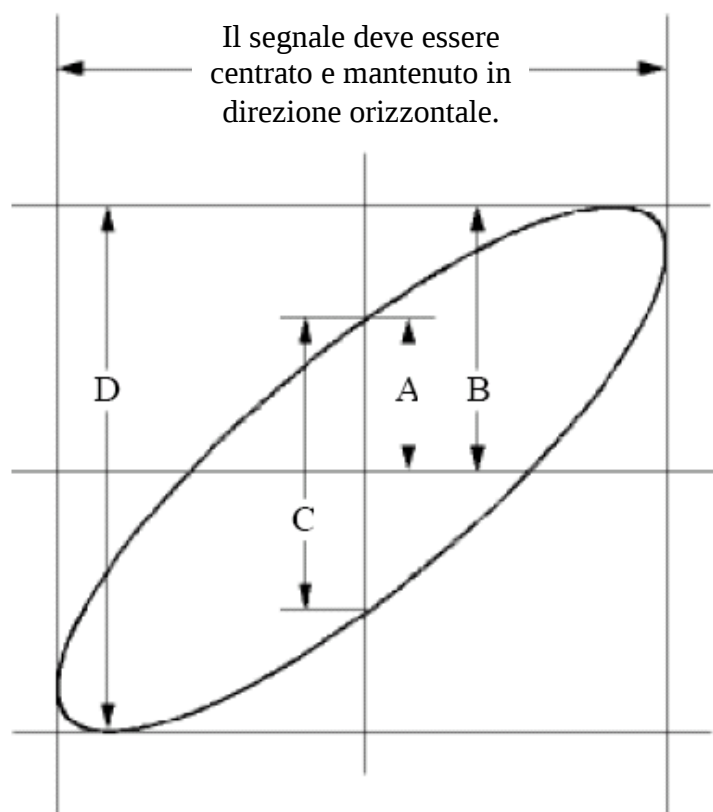

Figura 0-6 Grafico di Lissajous
- (7) Gira le manopole **Vertical Scale** e **Vertical Position**, ottimizzando la forma d'onda.
- (8) Con il metodo dell'oscillogramma ellittico adottato, osservate e calcolate la differenza di fase (vedi *Figura 0-6*).